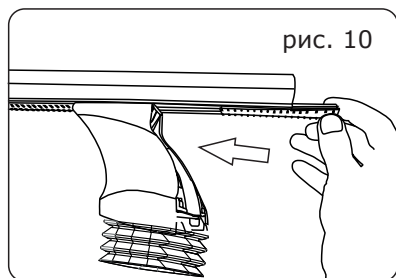
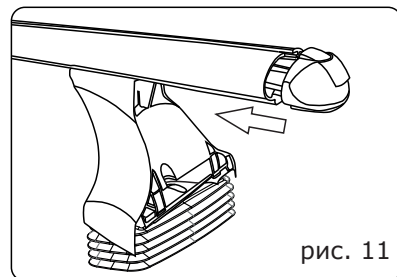

рис. 10
рис. 11
2.9 Установите в пазы поперечных дуг оставшиеся соответствующие части линеек (рис.10). На торцы дуг установите заглушки, входящие в комплект дуг (рис. 11).